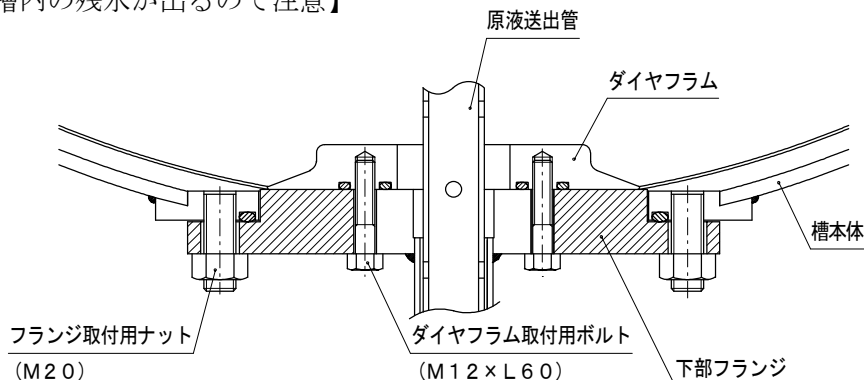

図 21. 下部フランジ部詳細
作業③ 下部フランジ-配管組品 A 用フランジ (40A フランジ) のボルト・ナット (4本) とガスケットを取り外す。(図 21) 【槽内の泡消火薬剤の残液が出るので注意】
作業⑤ 下部フランジのダイヤフラム取付用ボルト (M12×L60、6本) を取り外してから、フランジ取付用ナット (M20) を取り外し、下部フランジを取り外す。(図 21)